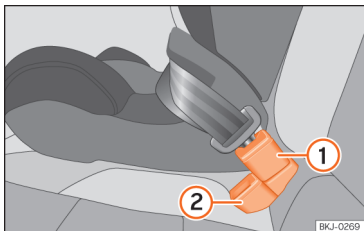

Abb. 28 Position des Gurtschlössers auf der Rücksitzbank
- Gurtschlösser für den mittleren Sitzplatz »» **Abb. 28 ①** hinter dem Gurtschlösser für den äußeren Sitzplatz »» **Abb. 28 ②** anbringen.
- Schlosszunge des Sicherheitsgurts des mittleren Sitzplatzes in das Gurtschlösser für den mittleren Sitzplatz »» **Abb. 28 ①** stecken, bis es hörbar einrastet.
- Damit die Gurte richtig eingelegt sind, sollten die Gurtschlösser nicht verdreht werden »» **Abb. 28**.